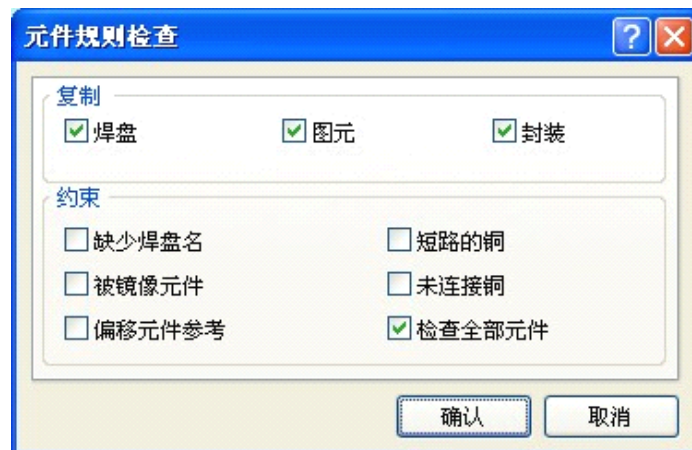

图 5-14-23 【元件规则检查】对话框
(3) **【元件规则检查】**：元件规则检查报告命令，用来生成元件规则检查的错误报告，执行该命令后进入**【元件规则检查】**对话框，如图 5-14-23 所示。选择不同的检查选项将输出不同的检查报告。